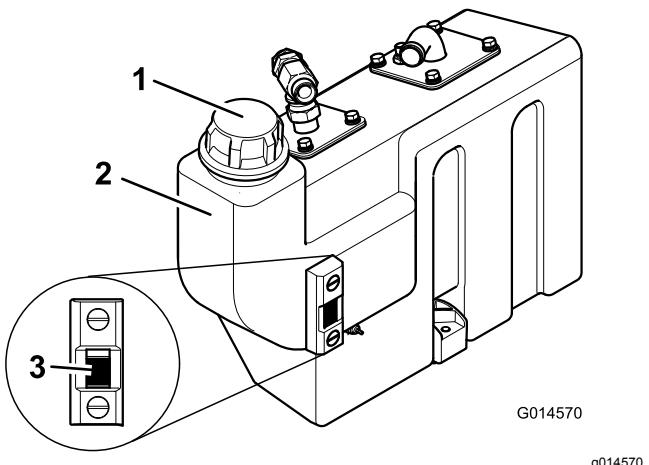

Figure 46
3. Si l'appoint d'huile hydraulique est nécessaire, nettoyez la surface autour du bouchon du réservoir hydraulique (Figure 46). Retirez le bouchon du réservoir.